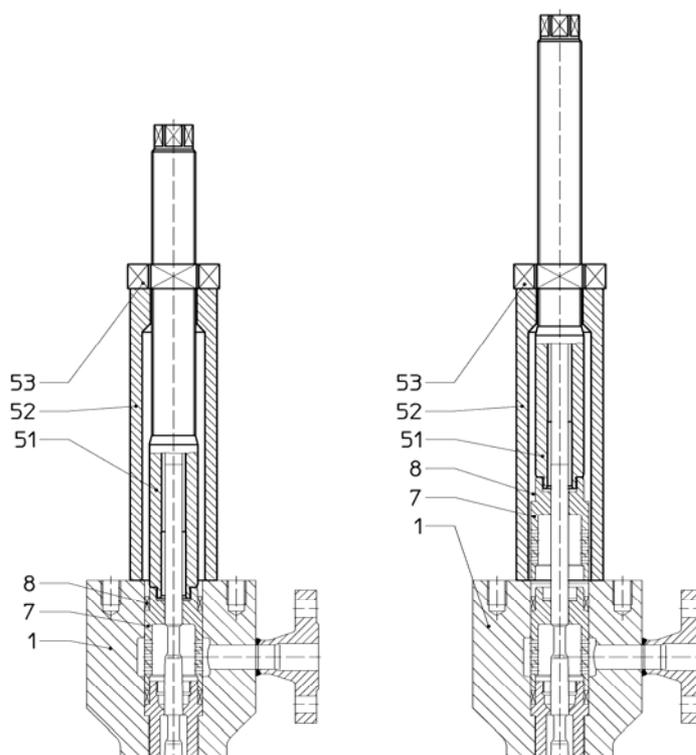
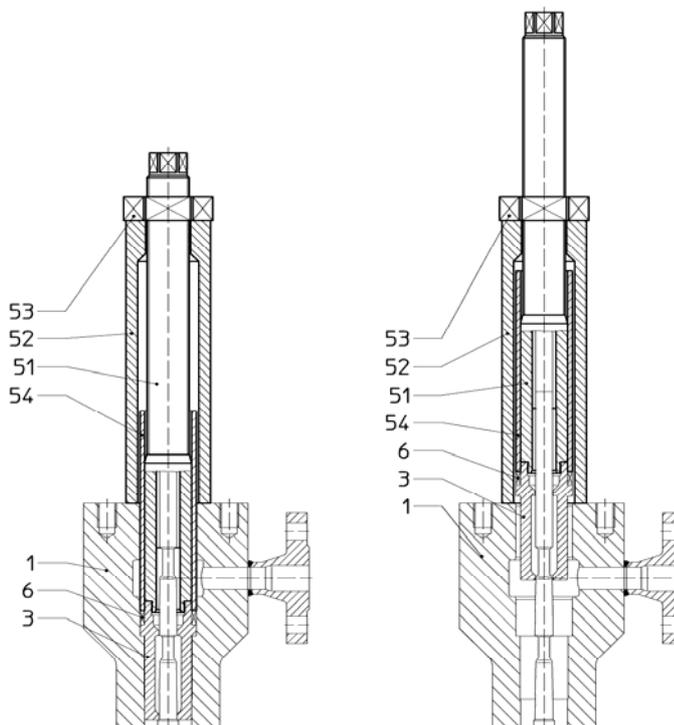

Рисунок 6: Демонтаж сита
Рисунок 7: Демонтаж седла
Выполнить демонтаж сита с направляющей (7) и сальниковой прокладки (8) с помощью инструмента для демонтажа (рис.6). Для этого резьбовой стержень (51) соединяется болтами в сите, а втулка (52) выводится через резьбовой стержень. С помощью вращения гайки (53) против втулки из корпуса (1) извлекается сито (7) и прокладка (8).
Теперь снимается седло (3) и сальниковая прокладка (6) так же, с помощью приспособления для демонтажа (рис.7). Резьбовой стержень (51) соединить болтами с седлом (3) и вытащить трубку (54) над резьбовым стержнем. Труба служит направляющей при демонтаже седла. Теперь поместить втулку (52) через резьбовой стержень на корпус (1) и с помощью вращения гайки (53) против втулки вытащить седло (3) с набивкой (6) из корпуса (1).
Установку седла (3) производите с учётом последующих пунктов, а также рис. 7:
- Введите седло (3) с помощью винторезного стержня (51) в корпус (1).
- Отдельные сальниковые уплотнительные кольца (6) продвиньте через резьбой стержень (51) и придавите с помощью трубки (54).
- Отвинтите резьбой стержень из седла (удерживая трубку). При монтаже втулка (52) и гайка (53) не нужны.
Установку сита с направляющей (7) производите с учетом следующих пунктов, а также рис. 6:
- Введите сито с направляющей (7) с помощью резьбового стержня (51) в корпус.
- Продвиньте сальниковую прокладку (8) через резьбовой стержень и прижмите трубкой (54) к ситу с направляющей (7).
- Открутите резьбовой стержень от сита (удерживая трубку). При монтаже втулка (52) и гайка (53) не нужны.